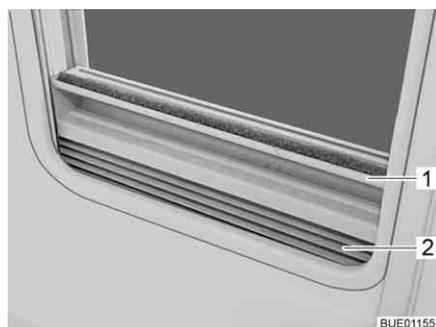

Fig. 42 Tendina oscurante pieghevole
- Chiusura:** ■ Afferrare la tendina oscurante pieghevole (Fig. 42,2) per la parte centrale della barra di presa (Fig. 42,1), tirarla dal basso verso l'alto e rilasciarla nella posizione desiderata. La tendina oscurante pieghevole rimane in questa posizione.